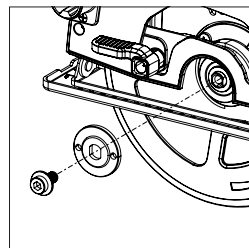

Fig. 4
- Utilizzando la chiave esagonale, allentare e rimuovere la vite a brugola del mandrino, i relativi ancoraggi e la flangia esterna conduttrice della lama. (**Fig. 4**)